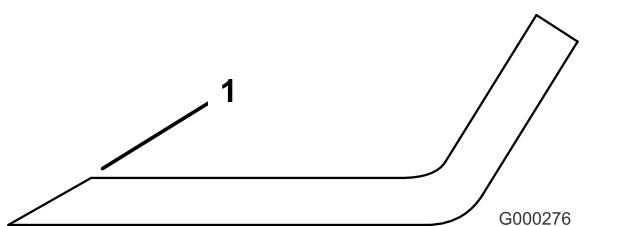

Figura 29
3. Inspecione as extremidades de corte de todas as lâminas. Afie as extremidades de corte se estas apresentarem sinais de desgaste ou ranhuras. Afie apenas o lado superior da parte cortante e mantenha o ângulo de corte original para garantir um desempenho eficaz da lâmina (Figura 29). A lâmina mantém o equilíbrio se for retirada a mesma quantidade de metal de ambas as partes cortantes.